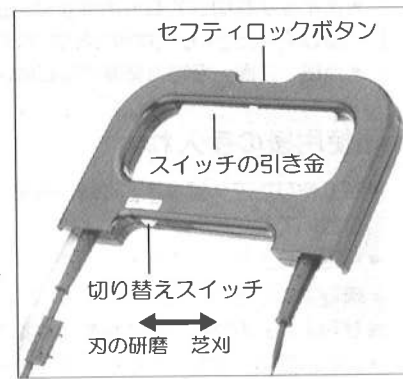

図12
- スイッチはセフティロックボタンを押した状態でスイッチの引き金を引いてください。(図12参照)
- ①スイッチはセフティロックボタンを押した状態でスイッチの引き金を引かないとスイッチは入りません。
- 芝刈・研磨切り替えスイッチは、芝を刈るときには芝刈り側へ、ラッピング研磨をおこなう時は刃の研磨側へスライドさせてください。(図12参照)